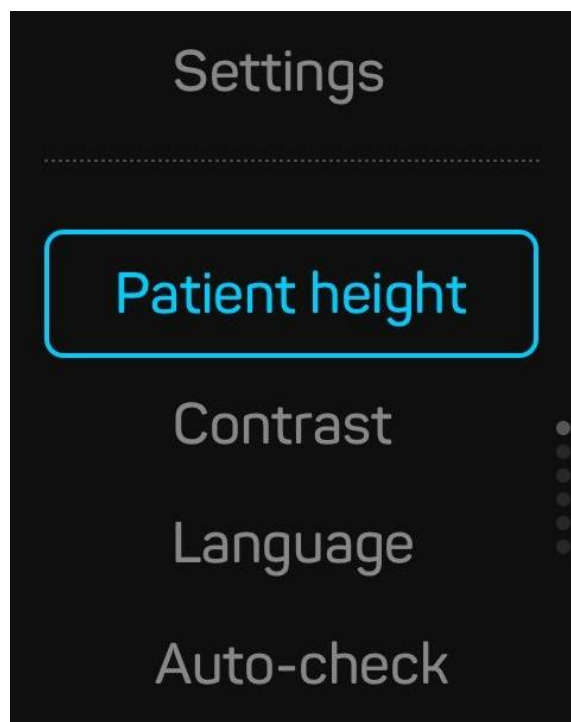

Figura 9 - Menu Configurações
- Chega ao menu Configurações (ver Figura 9).